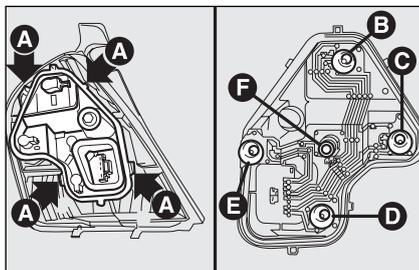

fig. 31
- premere verso l'esterno le alette **A**-fig. 31 di bloccaggio portalampade ed estrarlo dalla sua sede;